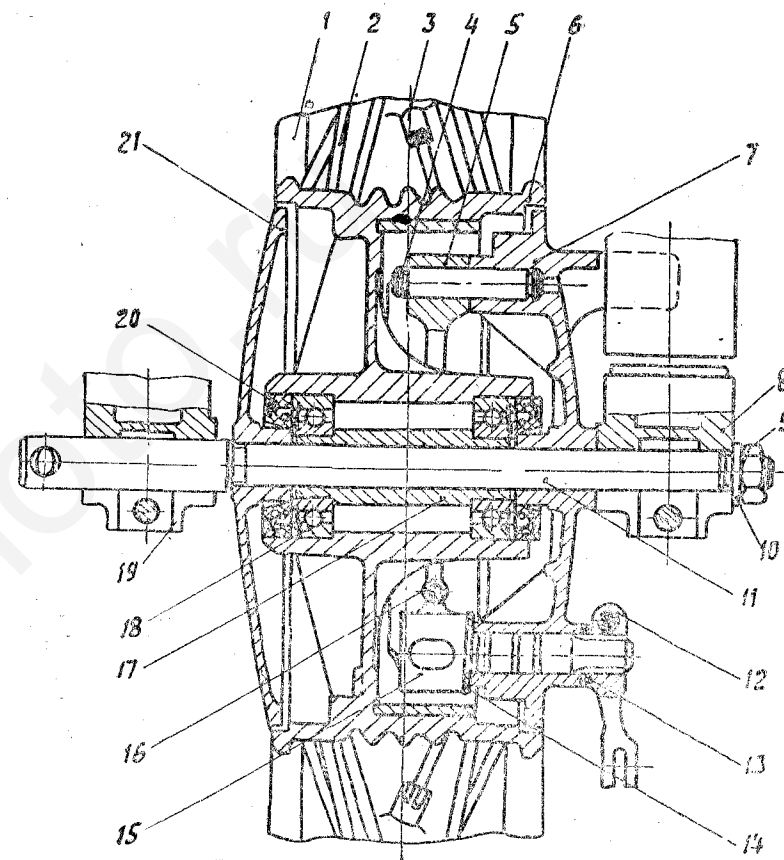

Рис. 13. Колесо переднее
- отсоедините трос переднего тормоза от тормозного рычага 12 переднего колеса (рис. 13);